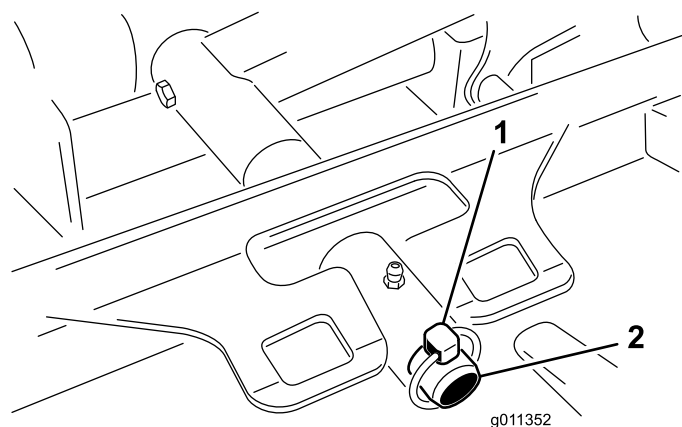

Рисунок 68
3. Снимите шплинт или крепежную гайку, с помощью которых несущая рама деки крепится к оси поворота подъемного рычага (Рисунок 68).
3. Наденьте несущую раму деки на ось поворота подъемного рычага. Закрепите шплинтом или крепежной гайкой (Рисунок 68).